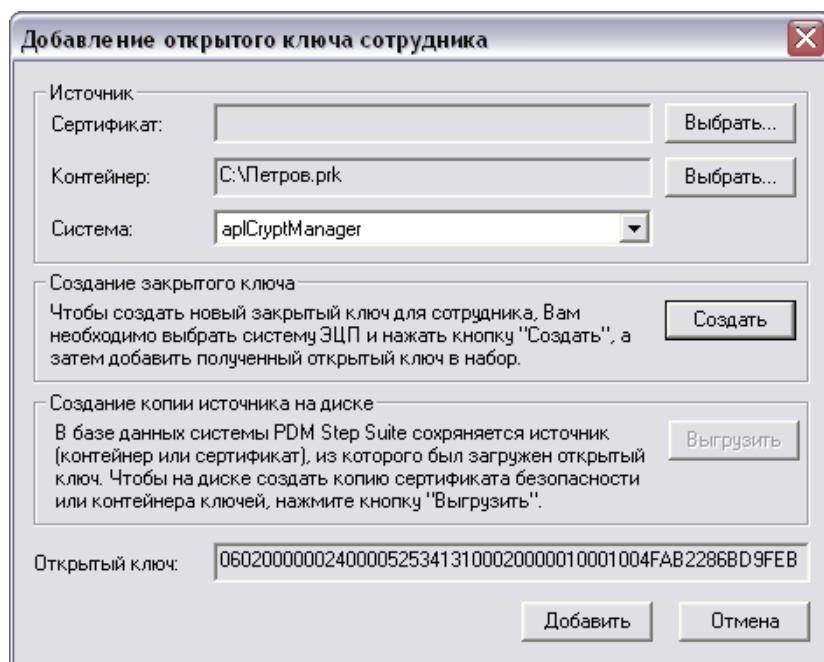

Рис. 119 Регистрация открытого ключа сотрудника
- В окне регистрации открытого ключа нажмите на кнопку **Добавить** (Рис. 119). При добавлении открытого ключа в базе данных сохраняется источник, из которого он был загружен. После нажатия на кнопку **Добавить** окно автоматически закрывается.